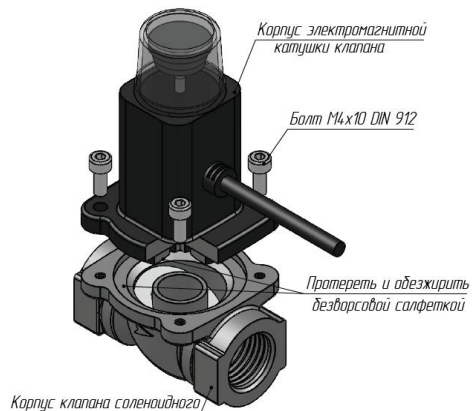

Рис. 1
- 1) Разобрать клапан, открутив 4 болта. Снять корпус электромагнитной катушки клапана Рис. 1.